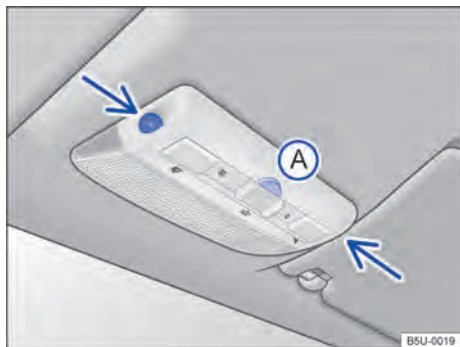

Fig. 51 No console do teto: sensores de monitoramento do interior do veículo e tecla (A) para desligar o monitoramento do interior do veículo.
- Pressionar a tecla → Fig. 51 (A). No painel de instrumentos, a luz de controle se acende.
O monitoramento do interior do veículo dispara o alarme com o veículo travado, se reconhecer movimentos no interior do veículo. O sensor e o receptor estão localizados no conjunto da lanterna de leitura → Fig. 51 (setas).